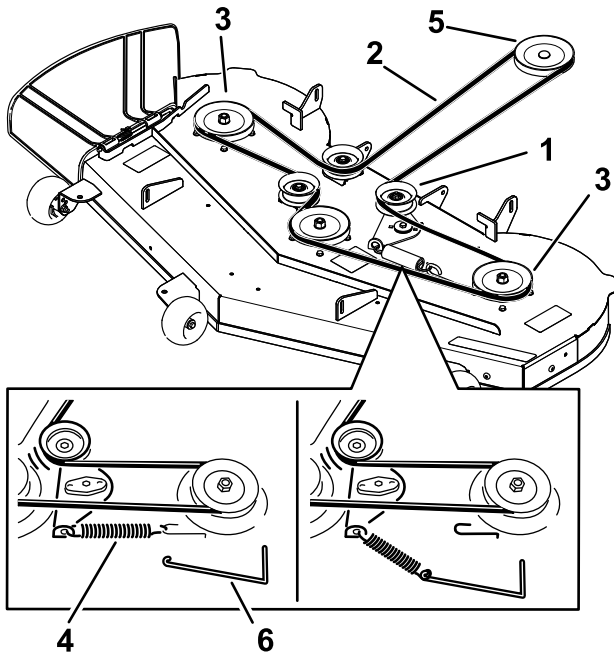

Figure 50
2. Vis (4)
- À l'aide d'un outil de dépose de ressort (réf. Toro 92-5771), décrochez le ressort du crochet situé sur le tablier pour détendre la poulie de tension et déchaussez la courroie des poulies (Figure 50).
- Acheminez la courroie neuve autour de la poulie du moteur et des poulies du tablier de coupe (Figure 50).
- À l'aide d'un outil de dépose de ressort (réf. Toro 92-5771), accrochez le ressort au crochet situé sur le tablier, afin d'exercer une tension sur la poulie de tension et la courroie du tablier de coupe (Figure 50).